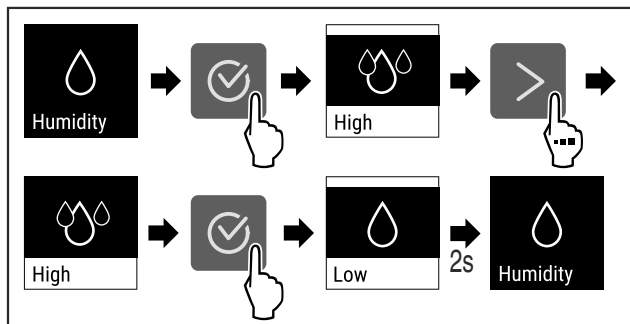

Fig. 75
- ▶ Vykonať kroky akcie (pozri Fig. 75).